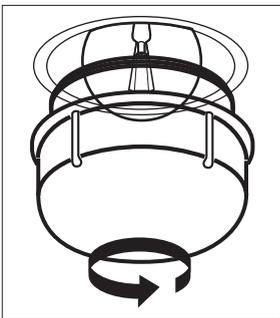

Abbildung 123
2. Entfernen Sie das Schutzglas, indem Sie es gegen den Uhrzeigersinn drehen. (Siehe Abb. 123) Die Verwendung von Plastikhandschuhen kann Ihnen helfen, wenn Sie Schwierigkeiten beim Drehen haben.